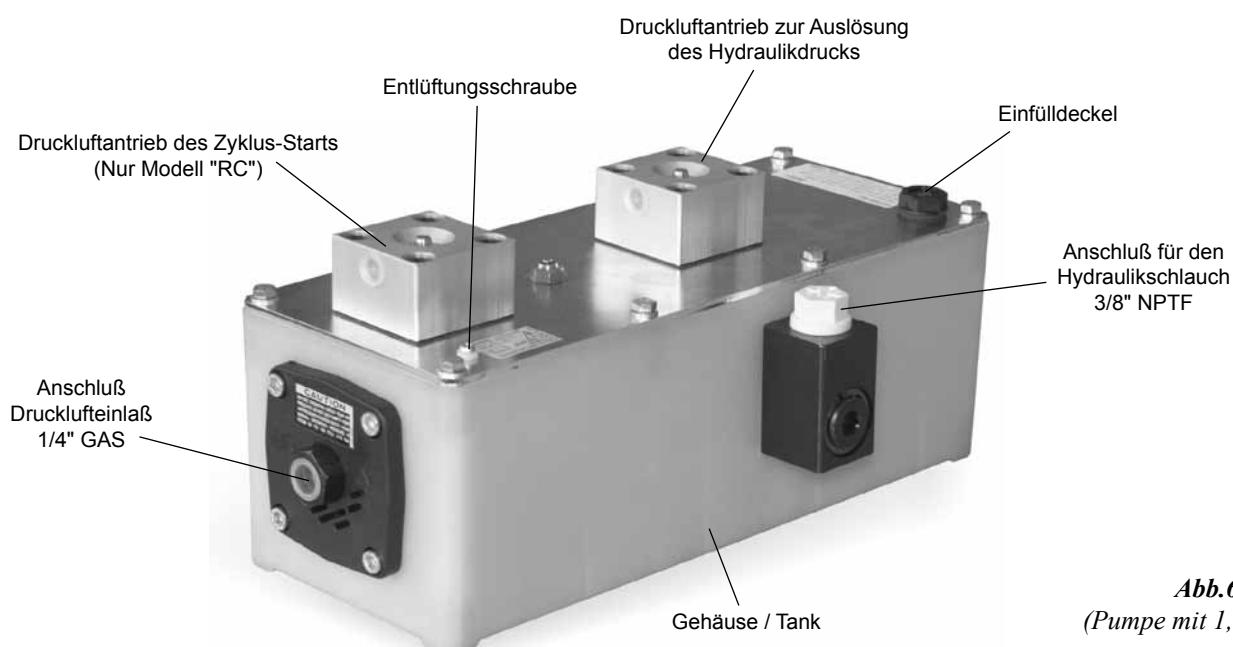

Abb.6
Auf Abb. 6 sind die verschiedenen Teile der Pumpe dargestellt.
- Einen sechskantigen Steckschlüssel ø 17 verwenden und den Einfülldeckel abnehmen (Abb.6, Seite 29).
- Den druckseitigen Hydraulikschlauch (Abb. 6, Seite 29) anschließen. Am Schlauch muß ein Anschluß vom Typ 3/8" NPTF angebracht werden, um den zuvor ein Teflonband gewickelt wurde.
- Die Entlüftungsschraube (Abb. 6, Seite 29) mit einem geeigneten Schraubenzieher um drei oder vier Umdrehungen lockern.
- Den Einfülldeckel mit Hilfe eines sechskantigen Steckschlüssels ø 17 (Abb. 6, Seite 29) lockern und den vorher mit Teflonband umwickelten Schlauch mit Anschlußteil 1/4" GAS anbringen.
- Schrauben Sie an den Druckluftteinlaufanschluß (Abb.6, S.29) eine der Anlage entsprechenden Schnellkupplungen (Gewinde 1/4" GAS), und umwickeln Sie das Gewinde sorgfältig mit Teflonstreifen.
- Um die Pumpe Modell "AP" zu betätigen, speisen Sie den Einlaufanschluß mit Druckluft (Abb.6, S. 29). Die Pumpe beginnt daraufhin, Hydraulikdruck zu erzeugen, und die Maschine, mit der sie verbunden ist, setzt sich in Betrieb.